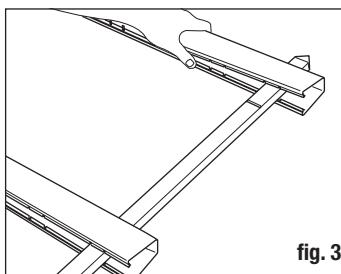

fig. 3
- Continuez de pousser le piquet à travers la traverse inférieure, dans la gorge et le trou de la seconde traverse inférieure (fig. 3). La deuxième traverse deviendra la traverse supérieure de l'ensemble. Arrêtez lorsque la languette de la traverse inférieure et l'encoche sur la latte s'alignent. NE PAS ENCLIQUEZ EN PLACE.